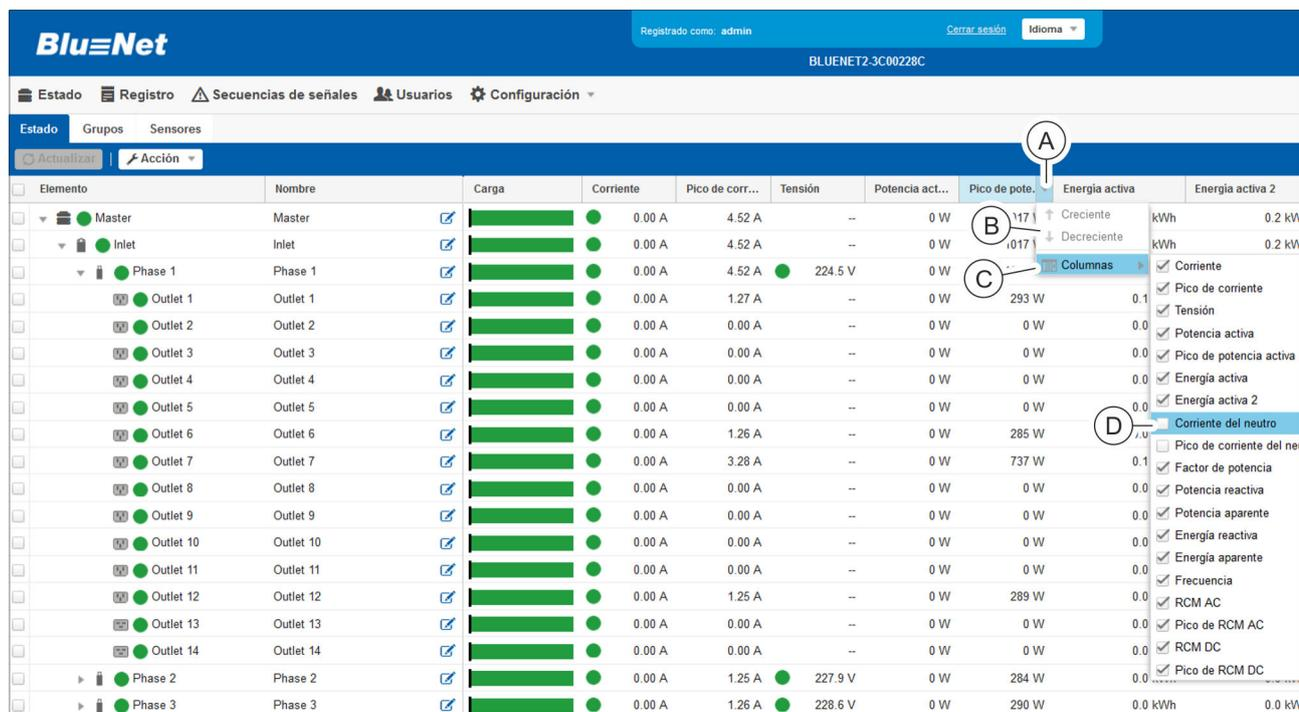

Fig. 94: Cambiar el agrupamiento de determinados valores medidos
- Mueva el cursor del ratón hasta la línea de títulos de los valores medidos (Fig. 94/A).
**i** El orden de los parámetros mediante el punto de menú "Creciente" o "Decreciente" (Fig. 94/B) está desactivado.
- Con el punto de menú "Columnas" (Fig. 94/C) muestre u oculte los parámetros que desee seleccionando la casilla de verificación correspondiente (Fig. 94/D).